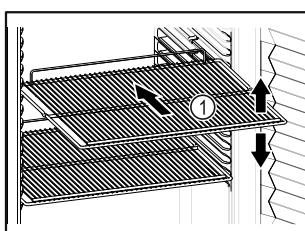

Fig. 86 Illustratīvs attēlojums
- Ja novietošanas režīgi Fig. 86 (1) ir novirzāmi, pielāgojiet tos pēc augstuma.